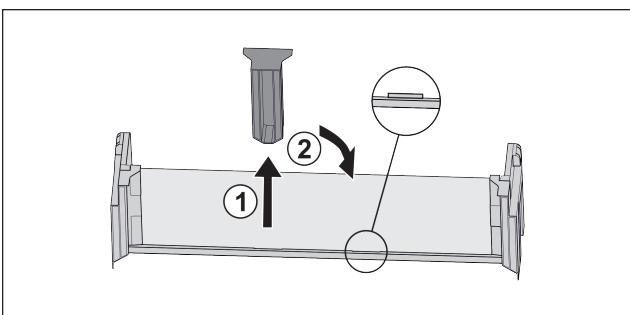

Fig. 76
- Изтеглете средната задържаща част Fig. 76 (1).
- Вкарайте средната задържаща част на втората позиция Fig. 76 (2).